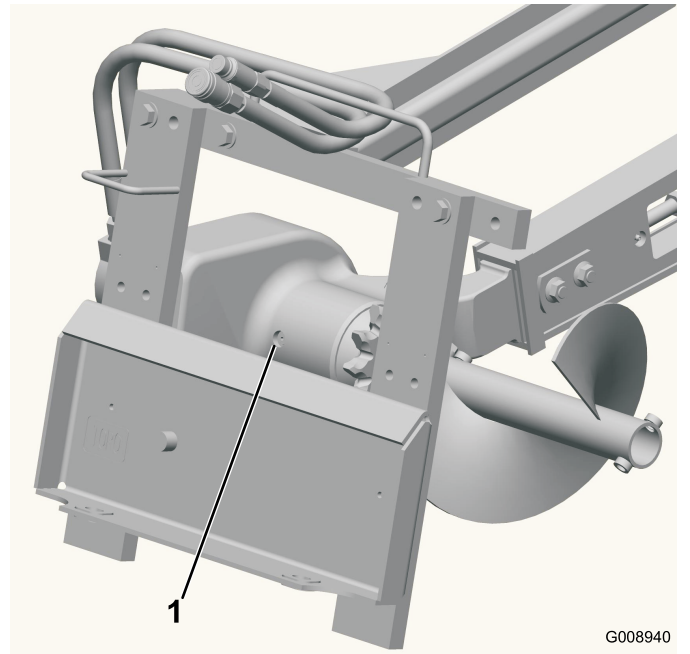

Bild 6
2. Reinigen Sie den Bereich rund um den Einfüllstutzen-Schraubverschluss am Lagergehäuse (Bild 6).
3. Entfernen Sie den Schraubverschluss vom Einfüllstutzen am Lagergehäuse (Bild 6).